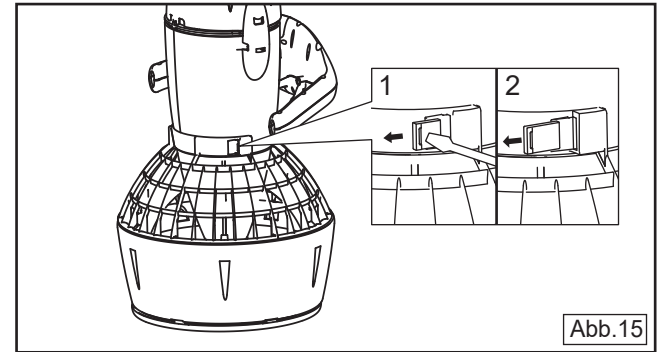

Abb.15
3. Benutzen Sie einen Schraubenzieher zum Entfernen der beiden Gitterstifte, wie in Abbildung 15 dargestellt. (siehe Seite 25)